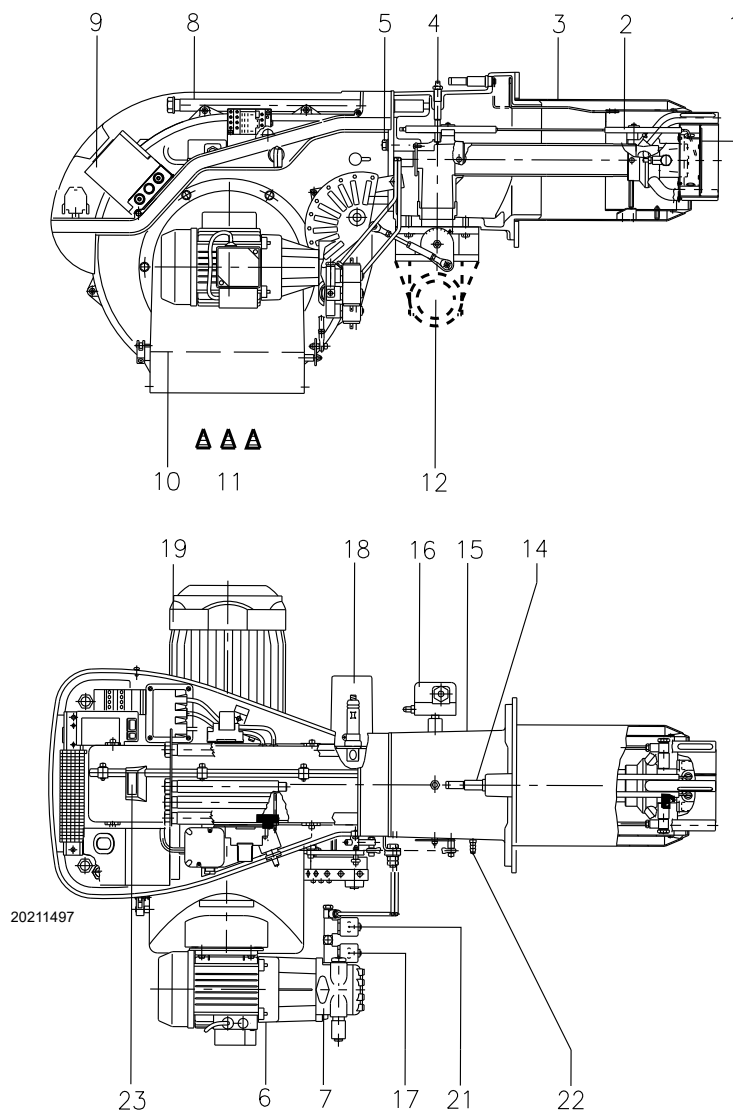

Fig. 5
- **Blocage boîte de contrôle** : l'allumage du bouton de la boîte de contrôle 9)(Fig. 5 à la page 10) signale que le brûleur s'est bloqué. Pour le débloquer, appuyer sur le bouton.